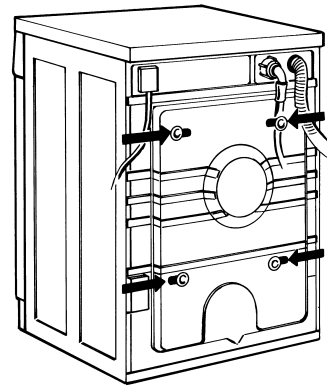

Bild 2
1. Die vier Schrauben mit dem mitgelieferten Schraubenschlüssel lockern (**Bild 2**).